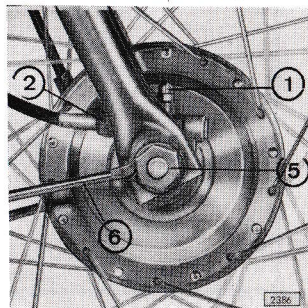

Fig. 11
- a) Bij de smeernippel (fig. 11/1) van de eventueel aanwezige teller-aandrijving 1–2 stoten met de vetspuit.